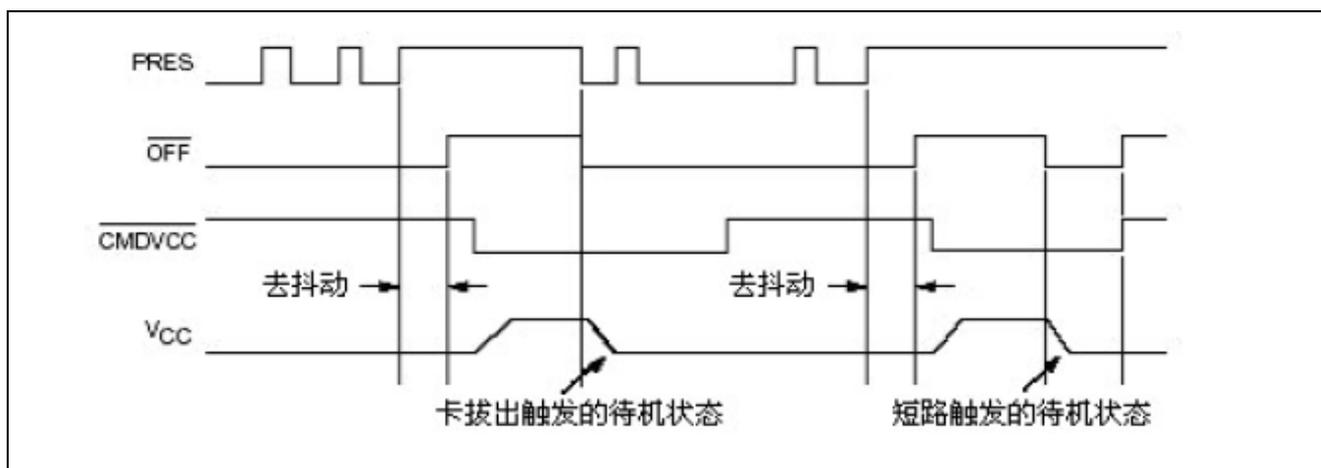
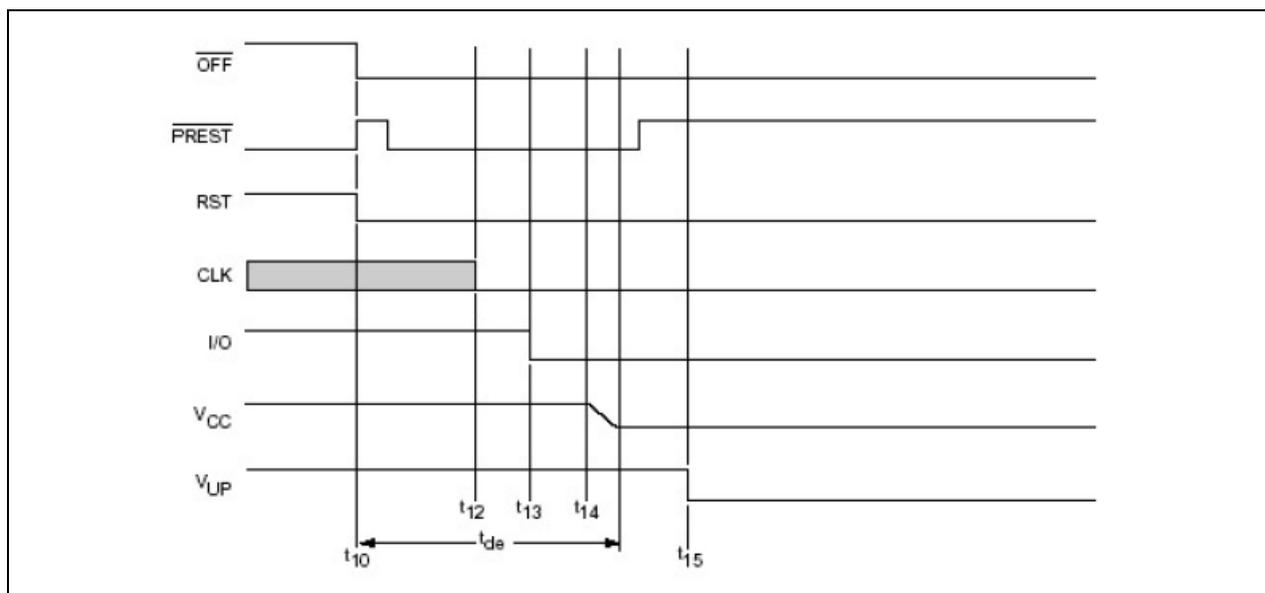

图 7 $\overline{\text{OFF}}$ ， $\overline{\text{CMDVCC}}$ 和 V_{CC} 的时序
图 8 特殊情况待机时序（卡被拔出）
在其他的情况下，引脚 CLK 上的占空比稳定在时钟周期的 45%到 55%。晶体振荡器在在 IC 上电以后开始工作。如果晶体振荡器处于工作状态或者引脚 XTAL1 上的时钟脉冲持续工作，这个时钟脉冲就被提供给 IC 卡，如图 7 和图 8 中的波形时序。
有两种不同的情况（如图7）：
- 在卡插入的状态中， $\overline{\text{CMDVCC}}$ 低电平。当一个错误的状态被检测到时，输出端口 $\overline{\text{OFF}}$ 变为低电平。一旦这种情况发生，一个紧急状态被自动触发（见图 8）系统微控制器将 $\overline{\text{CMDVCC}}$ 重新置为高电平，在待机时序完成以后， $\overline{\text{OFF}}$ 可以被再次改变。这样可以区分硬件的错误还是卡被抽出（如果卡被插入 $\overline{\text{OFF}}$ 重新回到高电平）